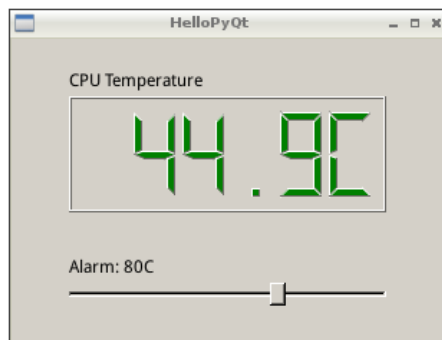

图 4-3 树莓派 CPU 温度显示界面
窗口下面的滚动条用于设置温度报警门限，如果 CPU 温度接近门限值，则会改变温度显示的颜色。如果超过门限值则弹出对话框报警。代码运行的结果如图 4-3：
(1) 用户界面层，这一层实现的内容，就是图 4-3 的、采用 Qt Creator 设计的用户界面，重点是界面上窗口的大小、按钮的位置、显示的字符样式等等提供给用户使用的、用户直观能感受得到的东西；(2) 最下面的数据采集层，是上一章实现的 DHT11 和 arduino 温度集成的传感器采集；(3) 数据通信层是前一小节讨论的串口通信；(4) 业务实体是 Qt 控件（如：模拟数码管显示控件、按钮控件、横拉条控件等）的对应处理函数；(5) 业务逻辑就是系统的总体组织。包括：用户界面设计——这不是指用户界面的外观设计，而是窗口、显示信息、按钮，以及按钮事件、鼠标事件等这些元素，应该有哪些，对应这些要素的处理功能应该是什么？这是面向对象分析中的 OMT 模型：对象是按钮、连接关系是消息和槽、功能是槽（函数）的处理代码。这三者之间联系的实现，主要是靠 Qt 的信号与槽的关联机制，即：Qt 自动实现了“事件消息”与“消息处理”链接，“系统”运行就在按钮被按下、消息发送、事件处理、返回窗口之间来回循环。这样的系统总体运行逻辑的组织，是 windows 桌面应用的基本形式。
下面的任务，就是请同学们自己实现上述的“系统设计”构想。包括：(1) 扩展图 4.3 的用户界面（添加控制按钮）；(2) 修改模拟数码管显示函数，显示来自串口的 DHT11 传感器温度，而不是树莓派 CPU 的温度；(3) 补充控制按钮被按下以后的处理函数；(4) 修改串口通信协议，至少支持反向回送控制命令；(5) 修改 arduino 程序，支持接到控制命令后，